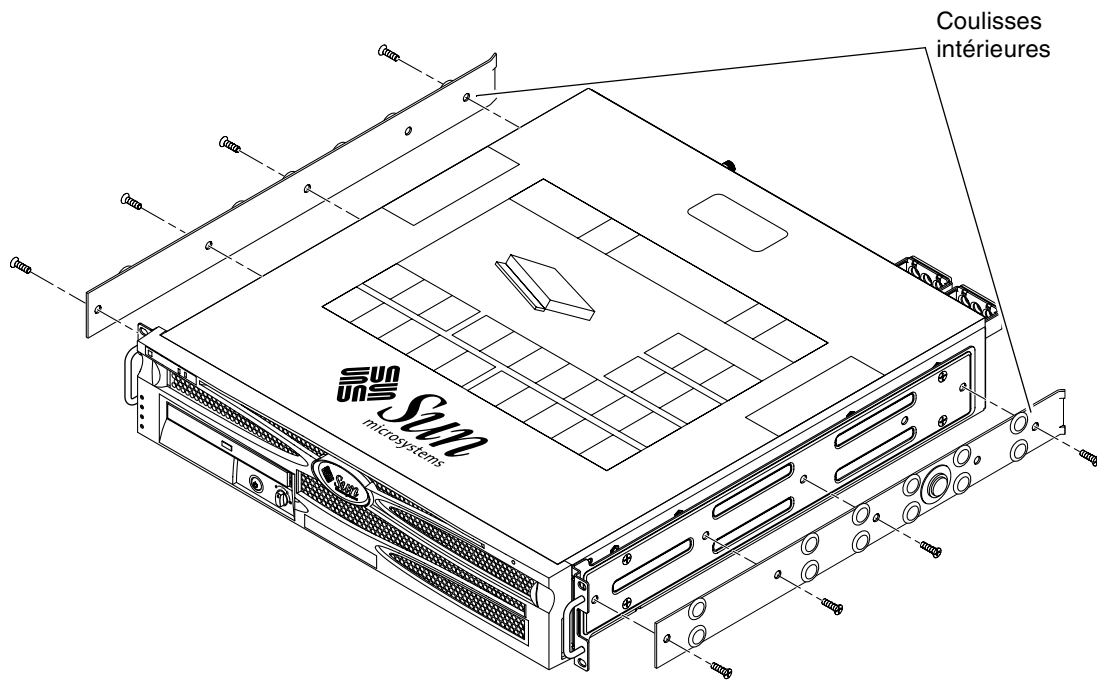

FIGURE 3-9 Fixation des coulisses intérieures au châssis
5. À l'aide de huit des vis cruciformes à tête cylindrique large M4 × 0,5 × 5 mm du kit de montage (quatre de chaque côté, fixez chaque coulisse intérieure sur un côté du châssis système (FIGURE 3-9).